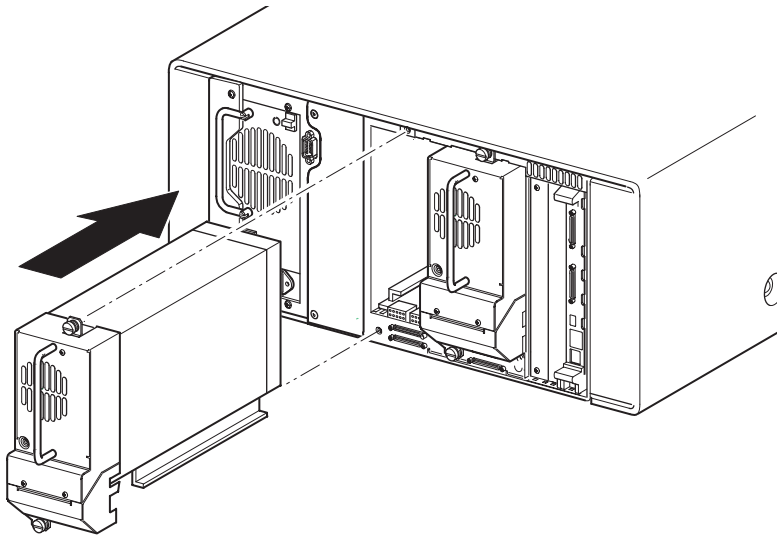

Figura D-2. Installazione di un'unità a nastro
3. Inserire lentamente l'unità a nastro nell'alloggiamento. Spingere l'unità a nastro fino in fondo fino a fissarla completamente ai connettori posti sul lato posteriore della libreria (vedere la Figura D-2).